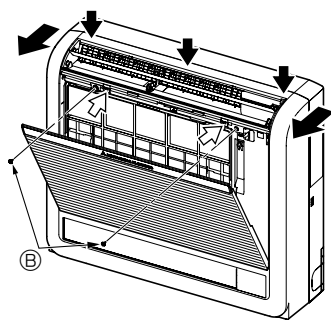

Fig. 3-3
- ① Open het voorste rooster door op de 2 plaatsen te drukken zoals aangegeven door de pijlen ➡. (Fig. 3-3)
- ② Open het voorste rooster en draai de beide schroeven los.
- ③ Open de horizontale klep van de bovenste luchtuitlaat, druk op drie plaatsen aan de bovenkant van het voorpaneel, en trek de bovenkant van het rooster van de binnenunit weg.